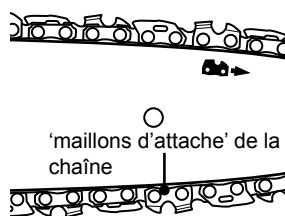

Fig. 8
- > Relevez la pointe du guide-chaîne et resserrez d'abord l'écrou de serrage arrière puis l'écrou de serrage avant (Fig. 8).